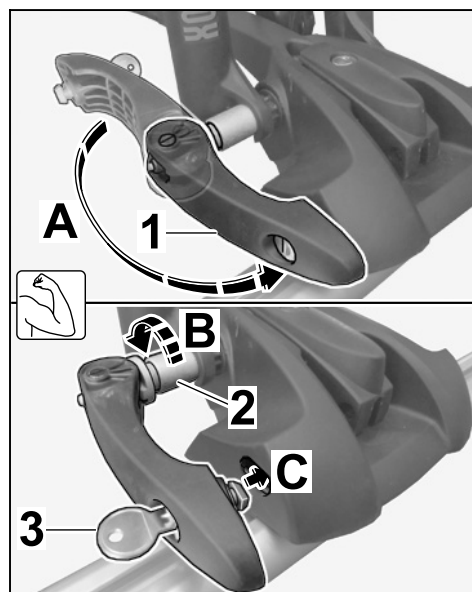

Fig. 33
- 7.3.3 Rabattre le levier de serrage, en forçant, sur la fixation de la fourche de roue avant (⇒ *Fig. 33-A*).
En cas d'effort trop important: desserrer la douille de serrage d'un ou deux tours (⇒ *Fig. 33-B*). Rabattre le levier de serrage, en forçant, sur la fixation de la fourche de roue avant (⇒ *Fig. 33-C*).